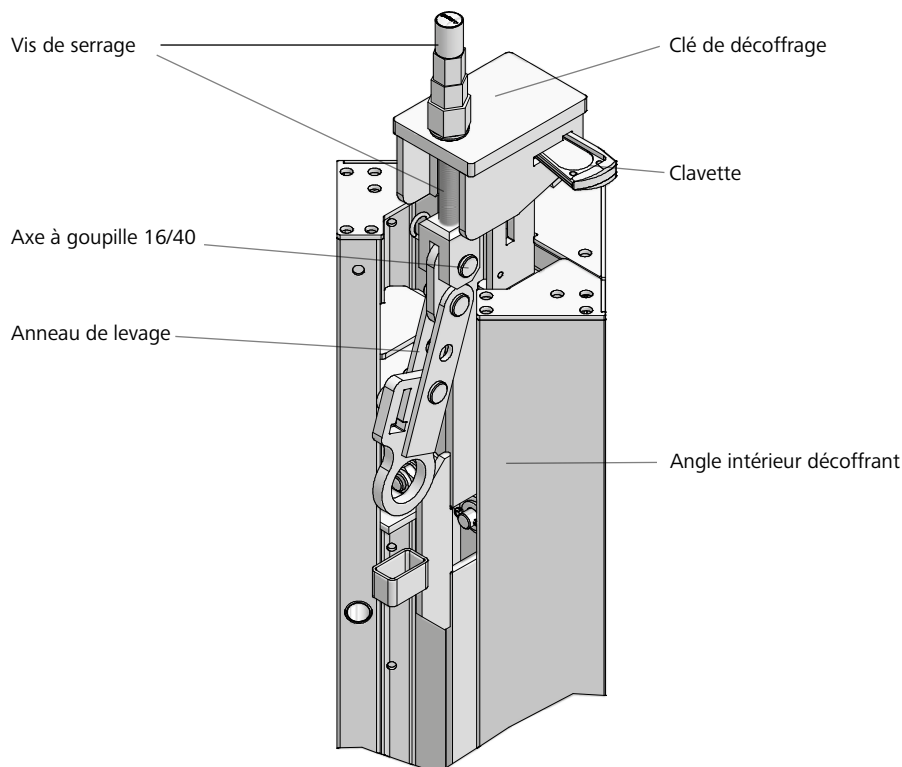

Fig. 39.3
1. Poser la clé de décoffrage pour angle décoffrant sur la pièce de couplage située sur le haut de l'angle intérieur décoffrant. L'anneau de levage de l'angle intérieur décoffrant doit être orienté vers le bas (Fig. 39.3).
2. Fixer la clé de décoffrage sur l'angle intérieur décoffrant à l'aide de l'axe 16/40 et de la goupille  $\beta 4$  de la vis de serrage (Fig. 39.3).
3. Pour bloquer la clé de décoffrage pour angle décoffrant, enfoncer la clavette dans l'ouverture située sur le côté de la clé de décoffrage avec un marteau (Fig. 39.3).